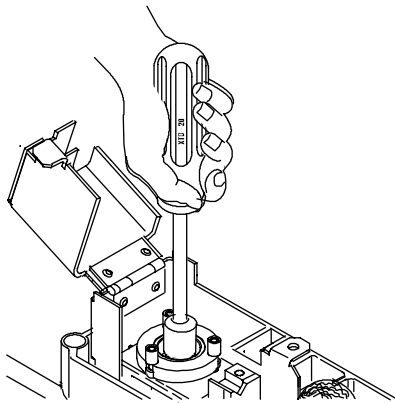

图 85 拧紧喷嘴
- 1 插入喷嘴，并用六角起子拧紧直至它已拧紧（图 85）。